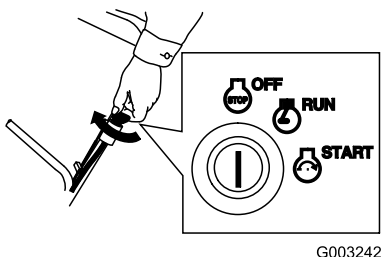

Figura 28
1. Girate la chiave in posizione Off (Figura 28).